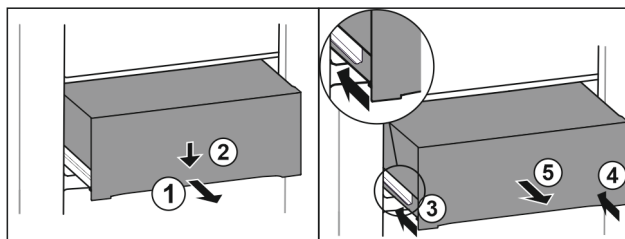

Fig. 103
- 将抽屉拉出一半。 Fig. 103 (1)
- 朝下按压正面的抽屉。 Fig. 103 (2)
- 将左侧轨道推入大约 2 cm。 Fig. 103 (3)
- 将右侧轨道推入大约 2 cm。 Fig. 103 (4)
- 朝前取出抽屉。 Fig. 103 (5)